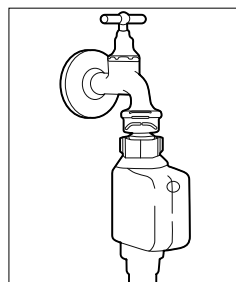

Fig. 5
- ▶ Collegare il tubo di afflusso dell'acqua al relativo raccordo (13). Stringere il raccordo manualmente.
- ▶ Collegare l'estremità del tubo con Aquastop a un rubinetto dell'acqua fredda con filettatura 3/4" (vedere la **fig. 5**). Il tubo di afflusso dell'acqua può essere collegato anche a un rubinetto dell'acqua calda, purché la temperatura dell'acqua non superi i 60 °C.